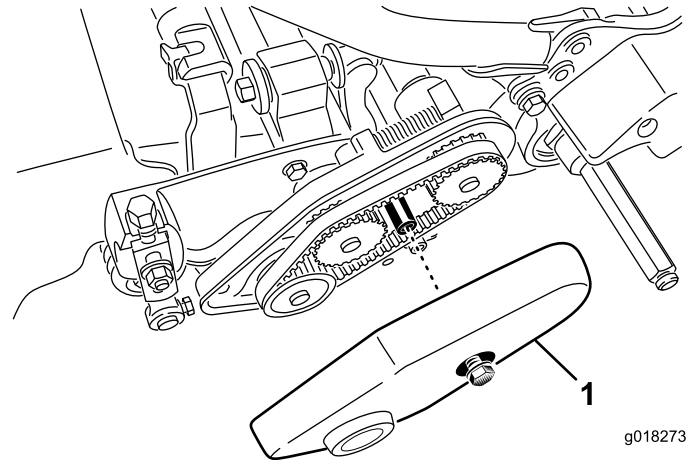

图41
- 1. 松开固定皮带罩的凸缘螺栓，取下皮带罩露出皮带（图41）。